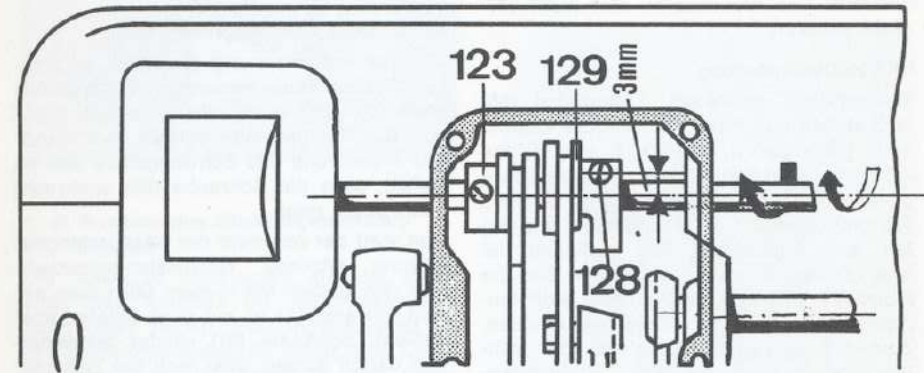

Bild 36
Der Transporteurhub ist richtig eingestellt, wenn die erste Schraube (128) des Schubexzenters (129), in Laufrichtung gesehen, um den halben Schraubendurchmesser vor der zweiten Schraube des Hubexzenters (123) steht (Bild 36).